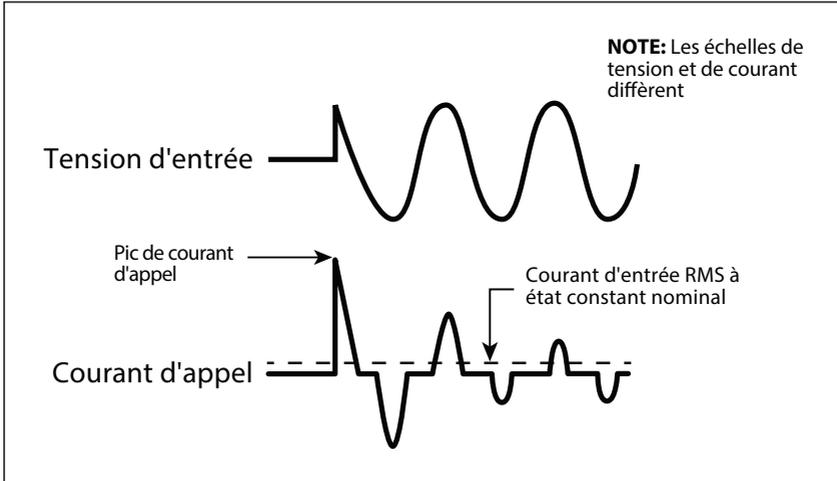

Fig 4.1 : Courant d'appel dans une SMPS.
- **Alimentations à découpage CA vers CC (SMPS) :** Ce type d'alimentation est utilisé comme source d'alimentation autonome ou comme système frontal dans tous les appareils électroniques alimentés par un réseau électrique, par exemple dans des appareils audio / vidéo / périphériques informatiques et chargeurs de batterie (veuillez voir la section 4 pour plus de détails sur SMPS). Lorsque cette alimentation est mise sous tension, ses condensateurs latéraux internes d'entrée commencent à charger entraînant une très forte surtension de courant d'appel pendant quelques millisecondes (veuillez voir fig 4.1). Cette élévation de courant / puissance d'appel peut atteindre jusqu'à 15 fois la puissance nominale maximale en fonctionnement continu. L'élévation de courant / puissance d'appel sera, cependant, limitée par la puissance nominale lors de crête de puissance de la source CA.
Les SMPS utilisent de gros condensateurs dans leur section d'entrée pour la filtration. Lorsque l'alimentation est allumée, il y a un courant d'appel très important requis par l'alimentation alors que les condensateurs d'entrée sont chargés (les condensateurs agissent presque comme un court-circuit lors de la mise sous tension). Le courant d'appel lors de l'allumage est entre plusieurs fois et des dizaines de fois plus important que l'entrée de courant RMS nominale et dure quelques millisecondes. Un exemple de tension d'entrée comparée aux formes d'onde de courant d'entrée est donné en Fig. 4.1. On y voit que l'impulsion initiale du courant d'entrée juste après l'allumage représente plus de 15 fois le courant RMS à l'état constant. L'appel disparaît après environ 2 ou 3 cycles ou environ 40 à 60 millisecondes pour une onde sinusoïdale de 50 Hz.